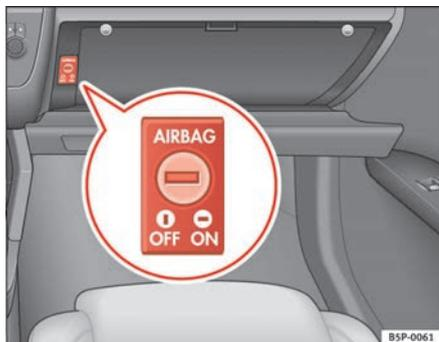

Fig. 26 No porta-luvas: interruptor com chave para activar e desactivar o airbag do passageiro
- Rodar com a chave da ignição o interruptor de chave no porta-luvas para a posição **OFF** ⇒ fig. 26.
- Rodar com a chave da ignição o interruptor de chave no porta-luvas para a posição **ON** ⇒ fig. 26.